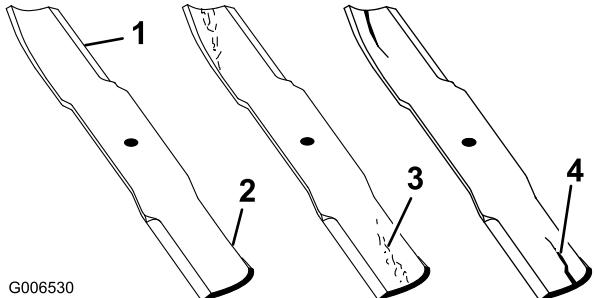

Bild 33
2. Prüfen Sie die Schnittkanten des Messers sorgfältig, insbesondere dort, wo die geraden Flächen die gebogenen berühren (Bild 33). Da Sand und anderes reibendes Material das Metall abschleifen kann, das die flachen mit den gebogenen Teilen verbindet, müssen Sie das Messer vor jedem Einsatz der Maschine prüfen. Tauschen Sie das Messer aus, wenn Sie eine Abnutzung feststellen (Bild 33); siehe Entfernen des Schnittmessers“.
Wenn sich das Messer abwetzen kann, bildet sich ein Schlitz zwischen dem Windflügel und dem flachen Teil des Messers (Bild 33). Zuletzt kann sich ein Stück des Messers lösen und aus dem Gehäuse herausgeschleudert werden. Das kann zu schweren Verletzungen bei Ihnen selbst und Unbeteiligten führen.